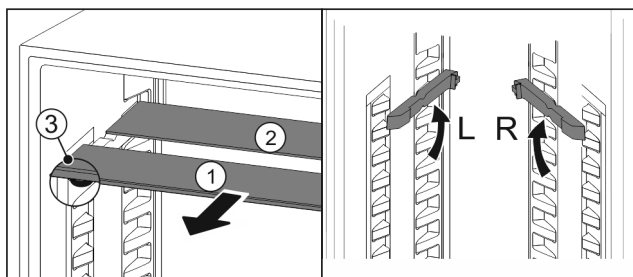

Fig. 33
- Skleněné desky jednotlivě vytáhněte dopředu Fig. 33 (1).
- ▷ Skleněná deska Fig. 33 (1) s ozdobnou lištou leží vpředu.
- ▷ Záračky Fig. 33 (3) směřují dolů.